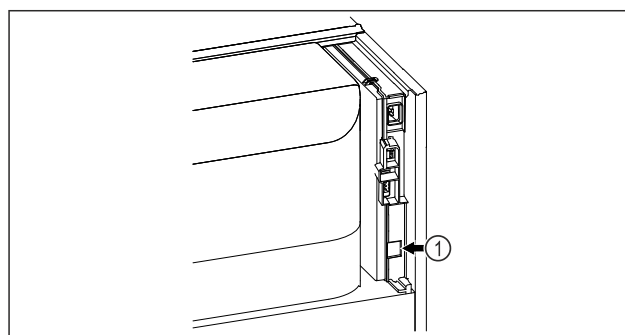

Fig. 59
- SmartModule Fig. 59 (1) naudojamas.